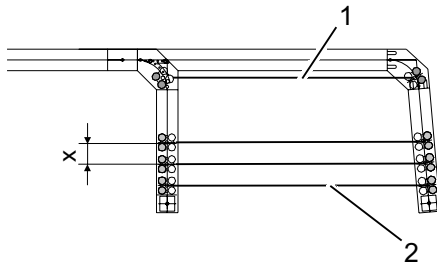

Abb. 17: Parksituation im Bahnhof (Beispiel)
- Abhängig von Griff und/oder Drücker, Flügel im Bahnhof so ausrichten, dass der Abstand zu den anderen Flügeln Maß x beträgt (Abb. 17). Anlagenzeichnung beachten.
10. Prüfen, ob der Flügel mit dem korrekten Abstand (Abb. 17/ Maß x) und parallel zum davor befindlichen Flügel an der vorgesehenen Position im Bahnhof stoppt. Anderenfalls Parkposition erneut einstellen.